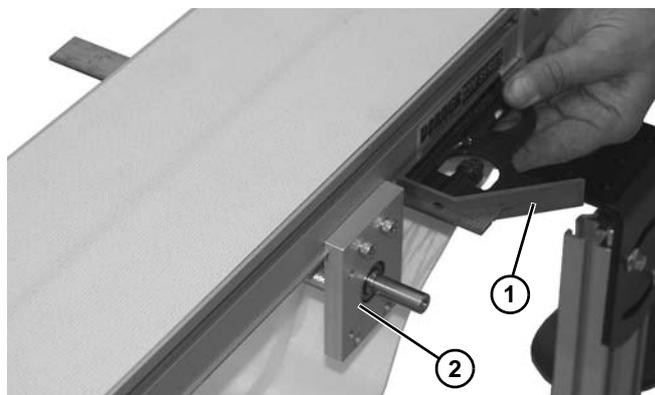

Figure 76
- Utiliser une équerre (**Figure 76, élément 1**) pour bien installer les blocs de montage (**Figure 76, élément 2**), de façon qu'ils soient alignés entre eux avant de fixer les éléments.